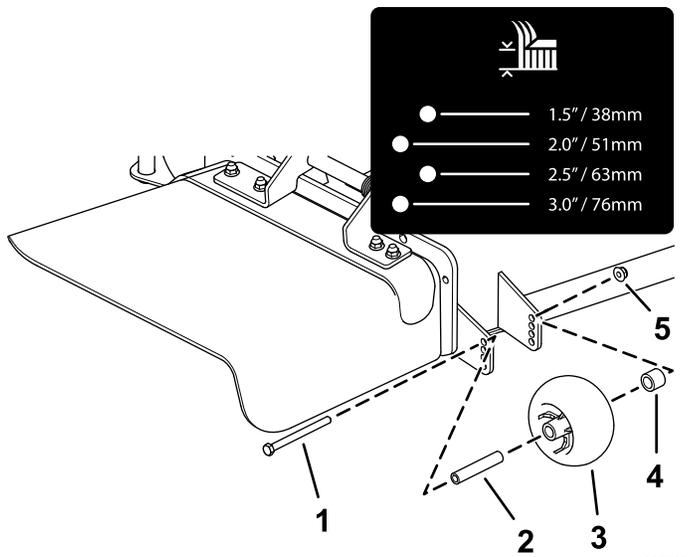
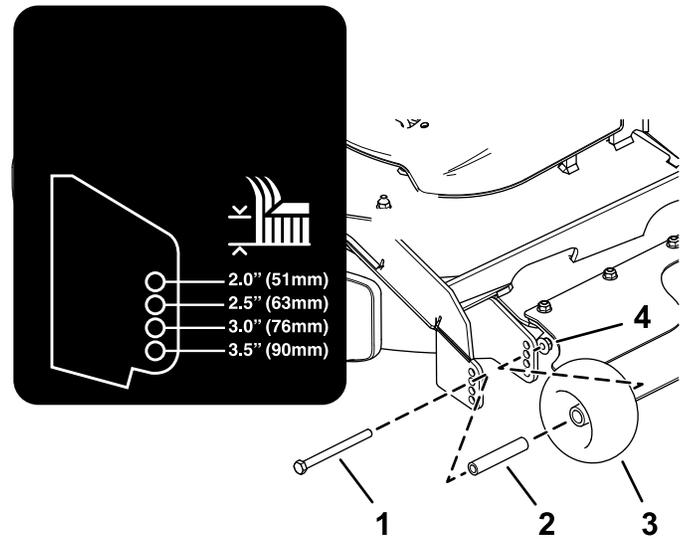

**Figura 28**
**Figura 27**
4. Ajuste los rodillos protectores del césped, tal y como se muestra en la Figura 26, la Figura 27, la Figura 28 y la Figura 29.